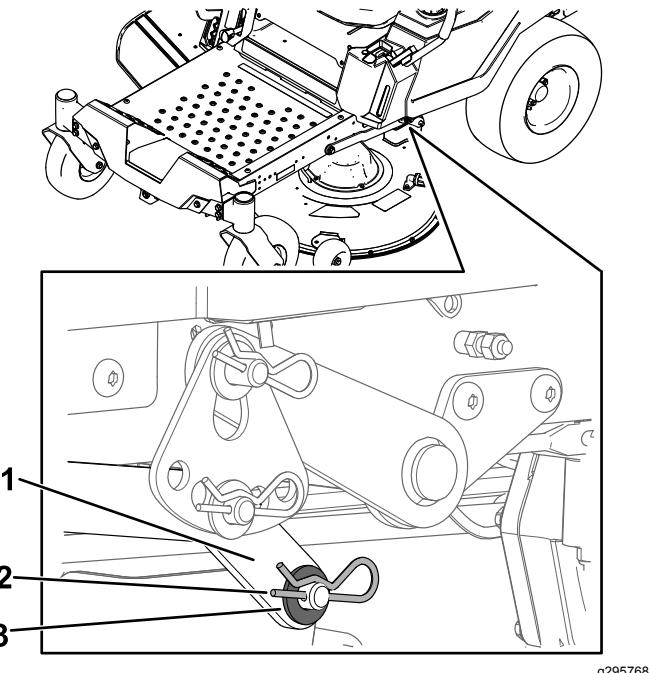

Figura 70
7. Num lado da máquina, remova a anilha e o perno de gancho do pino da plataforma (Figura 70).
6. Instale o braço de elevação utilizando a anilha e o perno de gancho Figura 70).
5. Num lado da máquina, eleve a traseira da plataforma do cortador e eleve o braço de elevação para o pino da plataforma (Figura 70).